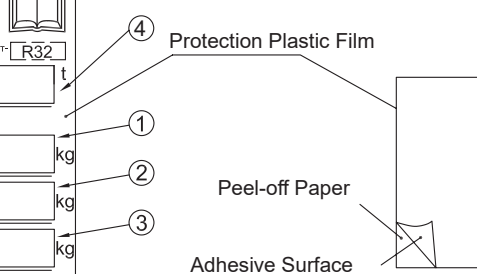

Figure 2. Protection Plastic Film
- 1.- Angiv mængderne på etiketten med uudsletteligt blæk: ① - Fabrikspåfyldning, ② - Ekstrapåfyldning, ③ - Samletpåfyldning & ④ t CO₂.
- 2.- Sæt det beskyttende klæbemærke (der leveres sammen med brugervejledningen) på. Se fig. 2.
- 1.- Wpisujemy przy użyciu niezmywalnego pisaka dane odnoszące się do ilości czynnika chłodniczego w instalacji: ① - zład podany fabrycznie, ② - zład uzupełniony, ③ - zład całkowity oraz ④ CO₂ w tonach.
- 2.- Zabezpieczamy etykietę F-gazową folią ochronną (znajdującą się w dołączonym do niniejszej instrukcji woreczku). Patrz: rys. 2.